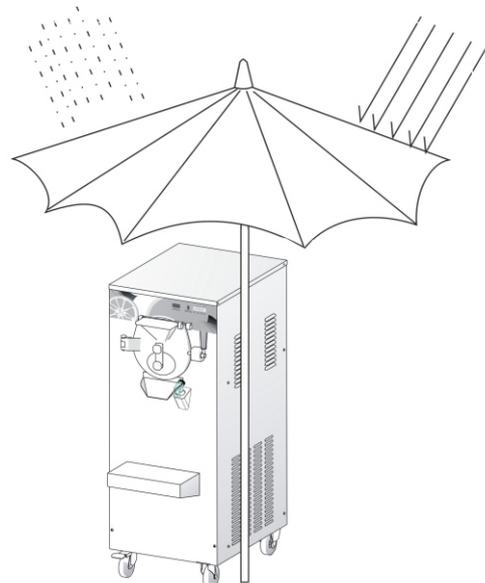

图 8
- 本机应放置在干燥坚固的地面上，周围 500mm 范围内不应有温度超过 70°C 的热源，机器不要处于能被水淋和日光照射的位置。（见图 8）